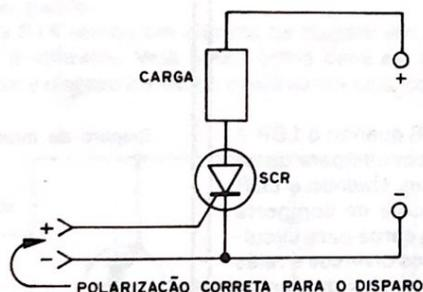

figura 614
- devemos ligar o SCR em série com o circuito a ser controlado, ou seja, entre o anodo e o seu catodo deve circular a corrente a ser controlada conforme mostra a figura 614.